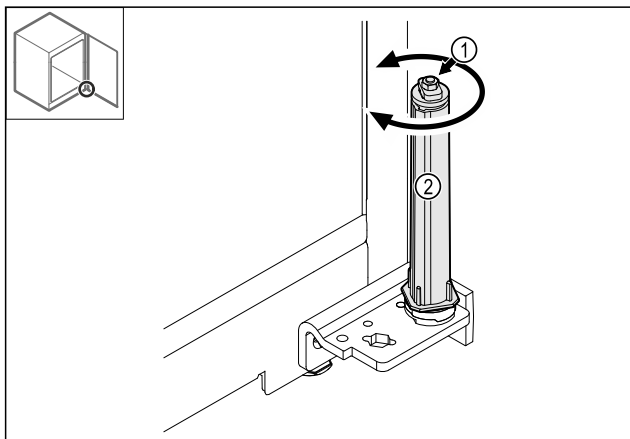

Fig. 36
- ▶ Nerozebírejte šroubové spojení Fig. 36 (1) uzávěracího systému.
- ▶ Otáčejte uzávěracím systémem Fig. 36 (2), dokud nezacvakne.